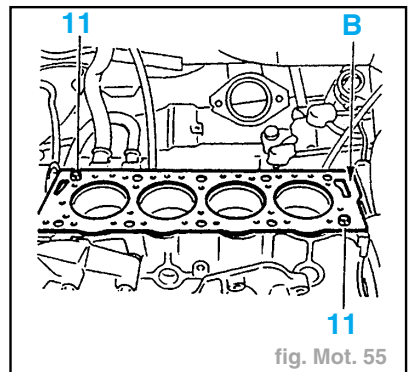

fig. Mot. 55
- Vérifier la présence des goupilles (11) (fig. Mot. 55).
- Mettre en place le joint de culasse neuf, languette (B) côté embrayage (fig. Mot. 55).